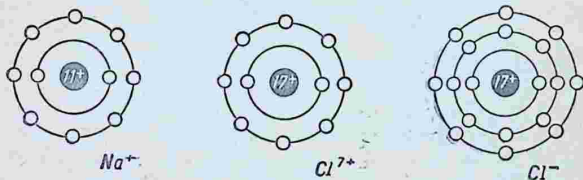

Рис. 22. Ионы натрия (Na^+) и хлора (Cl^{7+}).
1) или потерей всех электронов с валентной орбиты, когда внешний слой электронов будет соответствовать слою инертного газа неона; при этом атомы натрия и хлора превратятся в положительно заряженные ионы-катионы (рис. 22);